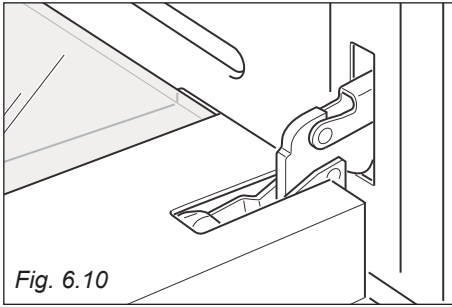

Fig. 6.10
- Aprire completamente la porta del forno (fig. 6.10).